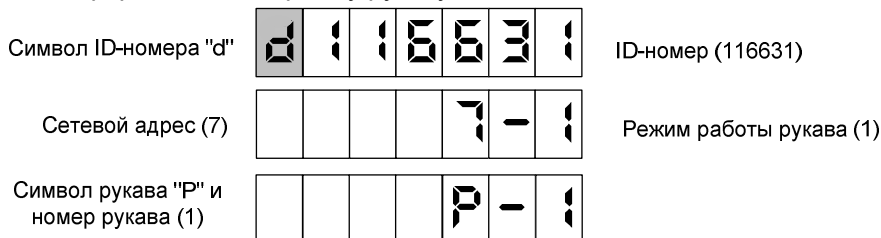

Рисунок 8
9.8 По команде СУ на табло могут отображаться сетевой адрес, режим работы и ID-номер рукава (рисунок 8). При снятии/установке любого раздаточного крана на табло выводится информация для следующего по счету рукава. По достижению последнего рукава вновь отображается информация по первому рукаву.